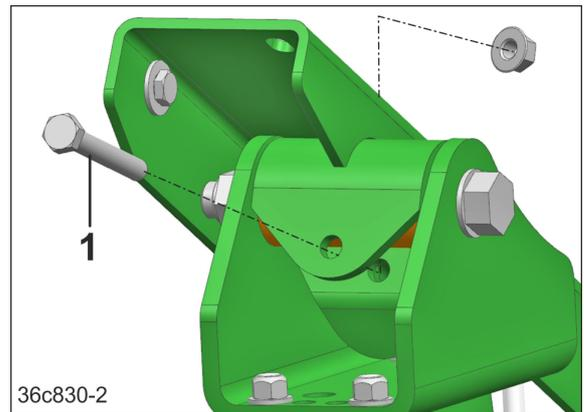

Fig. 101
10. Sicherungsschrauben (Fig. 101/1) entfernen.